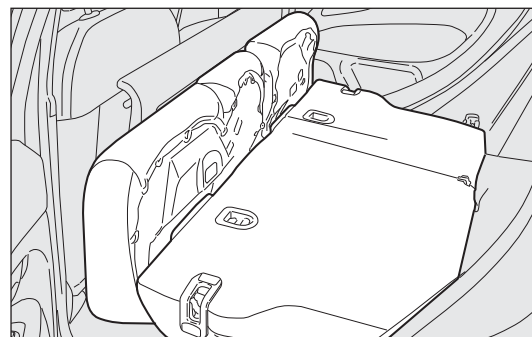

fig. 95
Agrandissement total fig. 95
- soulever les poignées A et B-fig. 95 pour déverrouiller les dossiers et les accompagner sur le coussin.
Repositionnement du siège arrière fig. 95